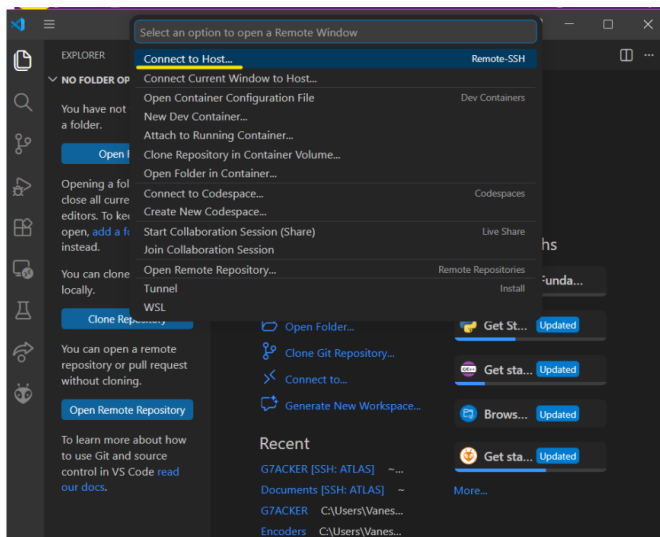

Fig. 11. Conexión remota SSH
3. Presione F1 ó Ctrl+Shift+P, y seleccione Remote-SSH: Connect to Host, tal cual aparece en la Fig. 11.